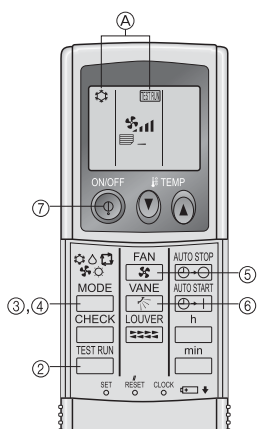

Fig. 7-7
7.2.2. Al usar el controlador remoto inalámbrico (Fig. 7-7)
- ① Encienda la unidad al menos 12 horas antes de la prueba de funcionamiento.
- ② Pulse el botón [TEST RUN] dos veces seguidas.